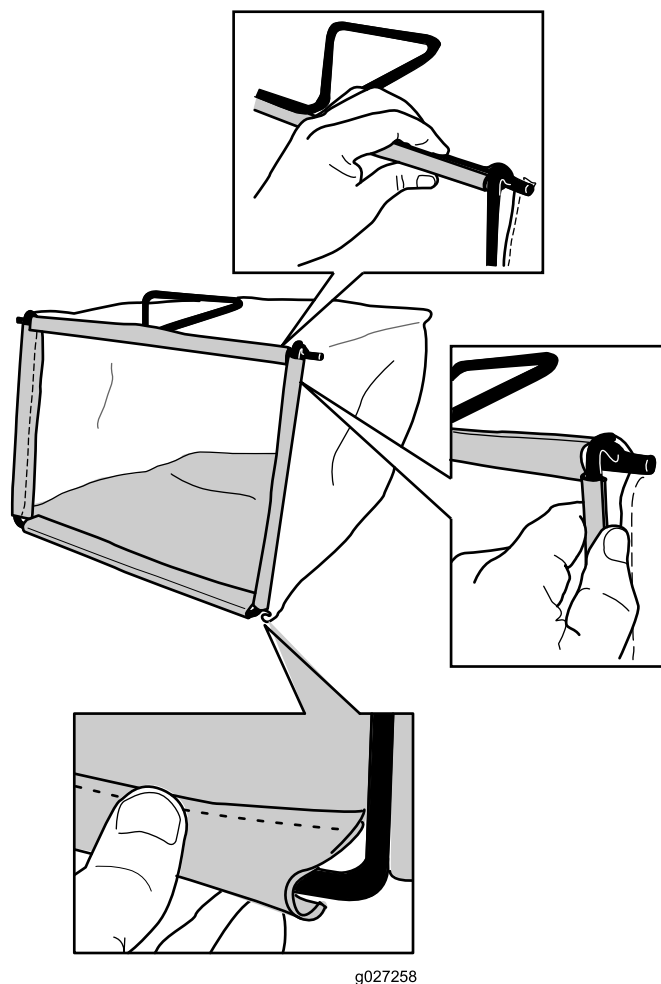

Рисунок 10
2. Зацепите нижний обод мешка за нижнюю часть рамы (Рисунок 10).
3. Зацепите верхний и боковой обод мешка за верхнюю и боковые стороны рамы, соответственно (Рисунок 10).